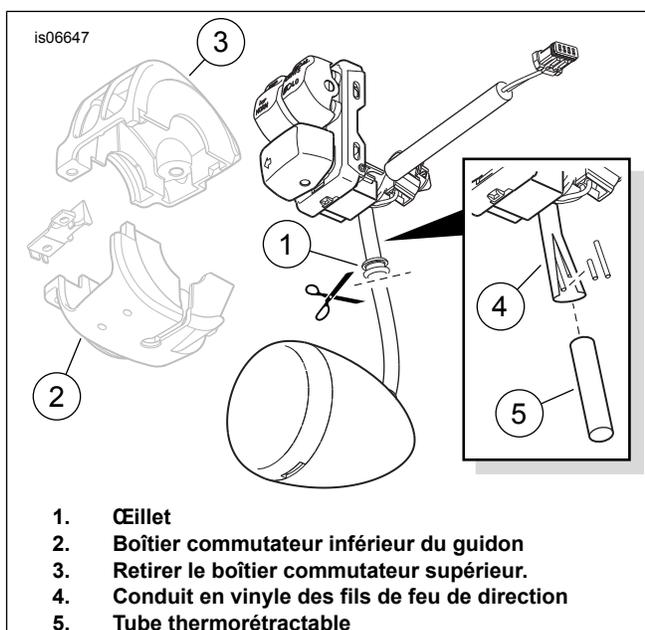

Figure 2. Couper le feu de direction de l'ensemble du commutateur
1. Voir Figure 2. Sur un côté du véhicule, couper les fils de feu de direction et le conduit allant à l'ensemble feu de direction, au ras de l'œillet (1), sur la face inférieure du boîtier commutateur inférieur du guidon (2). Laisser 50–75 mm (2–3 in) de fil sur le boîtier du feu de direction.